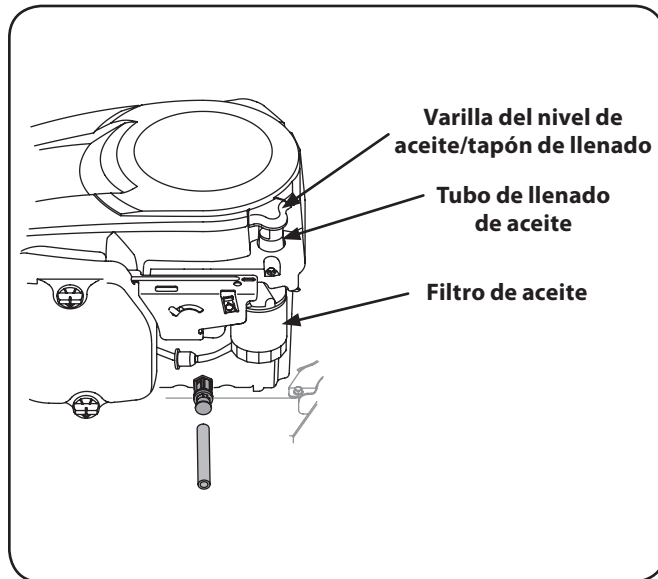

Figura 6-1
- Abra el tapón protector en el extremo de la válvula de drenaje de aceite para dejar expuesto el orificio de drenaje. Consulte la Figura 6-1. Retire el tapón de llenado de aceite / la varilla de nivel de aceite del tubo de llenado.